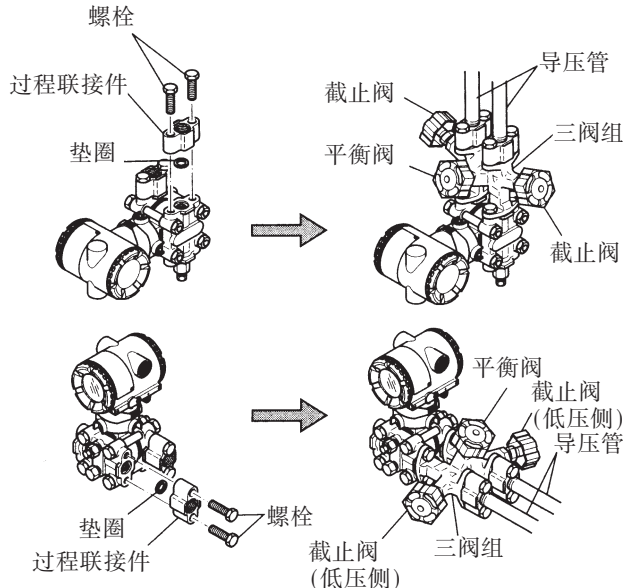

图 5.1.1c 三阀组(直接连接型)
■直接型(图 5.1.1c)
①把三阀组安装在变送器上。(固定时请用附带在三阀组上的 2 个垫圈和 4 个螺栓。拧紧螺栓,用力要均等。)
②在三阀组多支管的上部(接导压管侧)装上过程接头和过程接口垫圈并坚固。